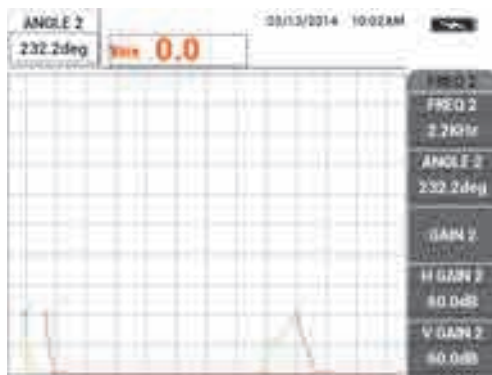

Рис. 5-117 Настройка значения ANGLE 2 (Угол 2)
6. Продолжая удерживать ПЭП, снова нажмите клавишу ANGLE () , затем настройте угол 2 (ANGLE 2), так чтобы сигнал был максимально горизонтален (см. Рис. 5-117 на стр. 216).